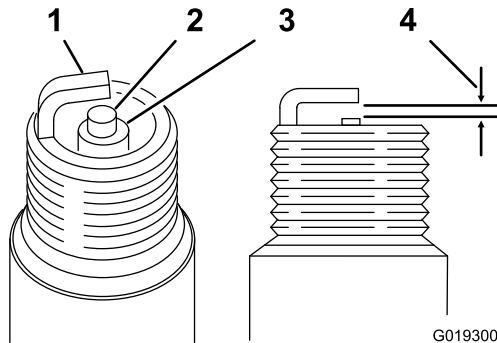

Figure 47
1. Examinez le centre de la bougie (Figure 47). Si le bec isolant est recouvert d'un léger dépôt gris ou brun, le moteur fonctionne correctement.
2. Avec une jauge d'épaisseur, mesurez l'écartement entre l'électrode latérale et l'électrode centrale (Figure 47).